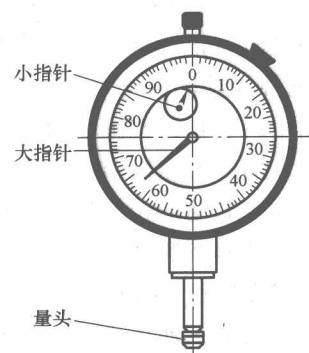

图 1-15 百分表
3) 读数方法：如图 1-15 所示，百分表的表盘刻度一般分为 100 格，当量头每移动 0.01mm 时，大指针就偏转 1 格（表示 0.01mm ）；当大指针旋转 1 圈时，小指针偏转 1 格（表示 1mm ）。指针的偏转量就是被测零件（工件）的实际偏差或间隙值。